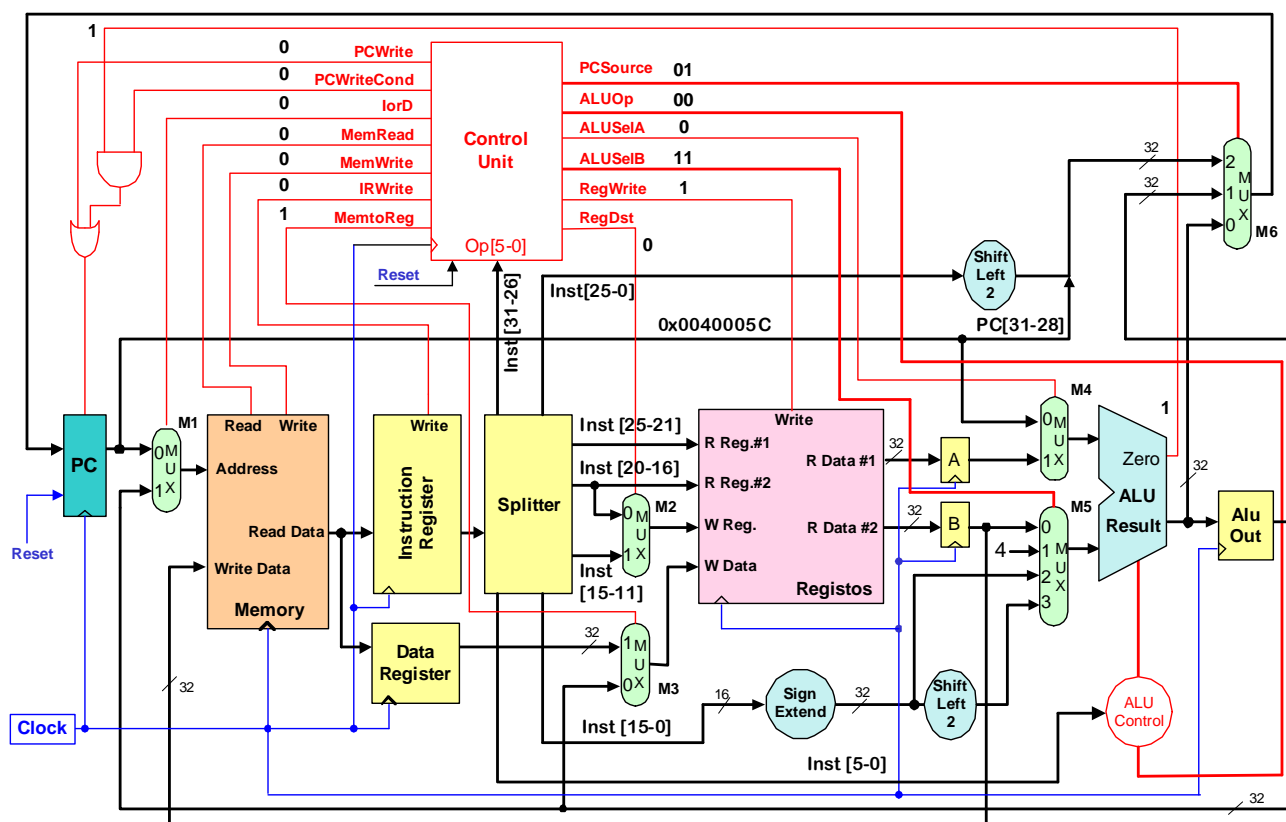

Figura 1. Datapath multi-cycle do MIPS.
d) Admita que os valores indicados no *datapath* da Figura 1 correspondem à “fotografia” tirada no decurso da execução de uma dada instrução. Observe todos os sinais e valores presentes nessa figura e responda às seguintes questões:
Considere o *datapath* e a unidade de controlo fornecidos na Figura 1, sabendo que corresponde a uma implementação *multi-cycle* simplificada do MIPS, sem *pipelining*.